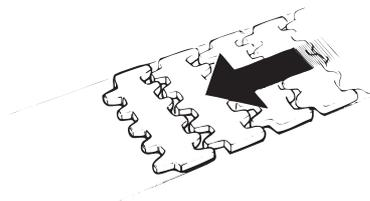

Рис.3 Направление хода цепи
- 2 Проложить новую цепь транспортера. Проверить, совпадает ли направление хода транспортера. (рис. 3)